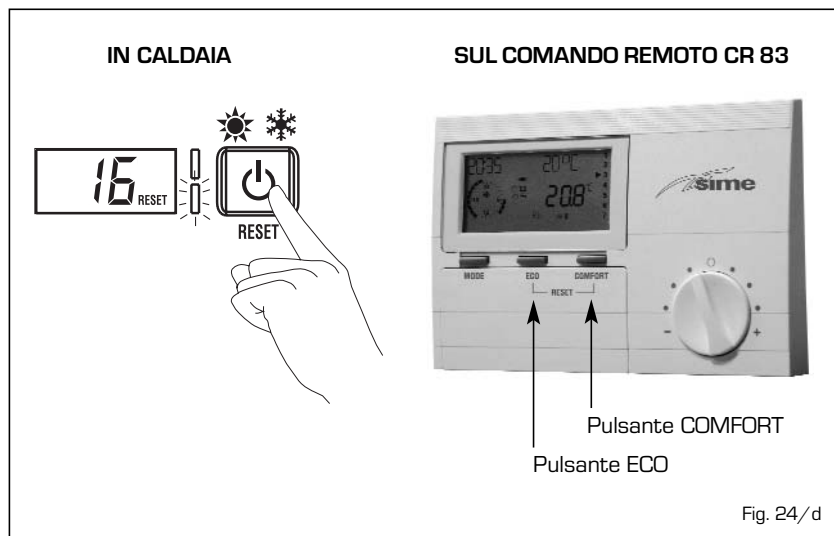

Fig. 24/d
– **ANOMALIA POSIZIONAMENTO Sonda RISCALDAMENTO SM1/SM2 “AL 16 / E : 16” (fig. 24/d)**